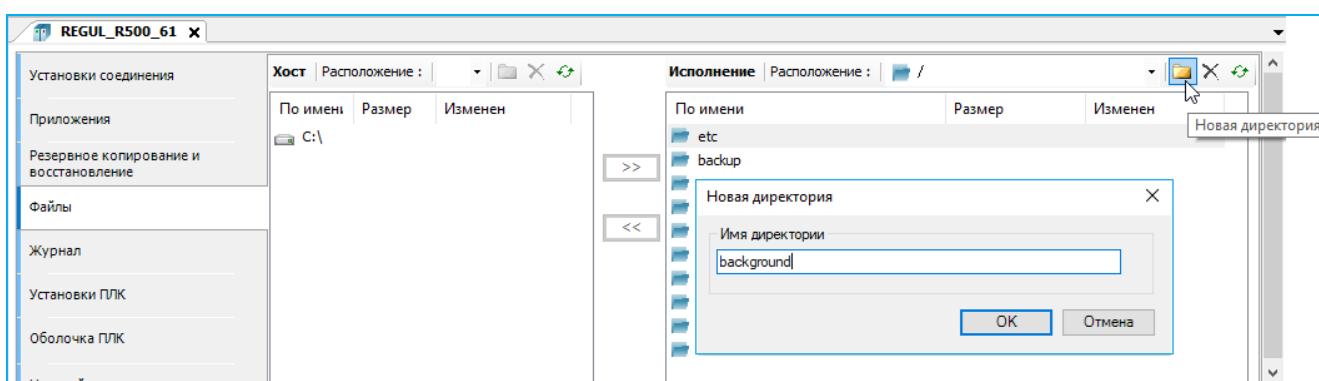

Рисунок 230 - Создание новой директории
- в Astra.IDE на главной вкладке параметров устройства перейдите на вкладку **Файлы**. В области **Исполнение** нажмите кнопку (**Обновить**). В окне отобразится дерево файлов, имеющихся на контроллере. Создайте директорию (например, папку под названием **background**, рисунок 230);